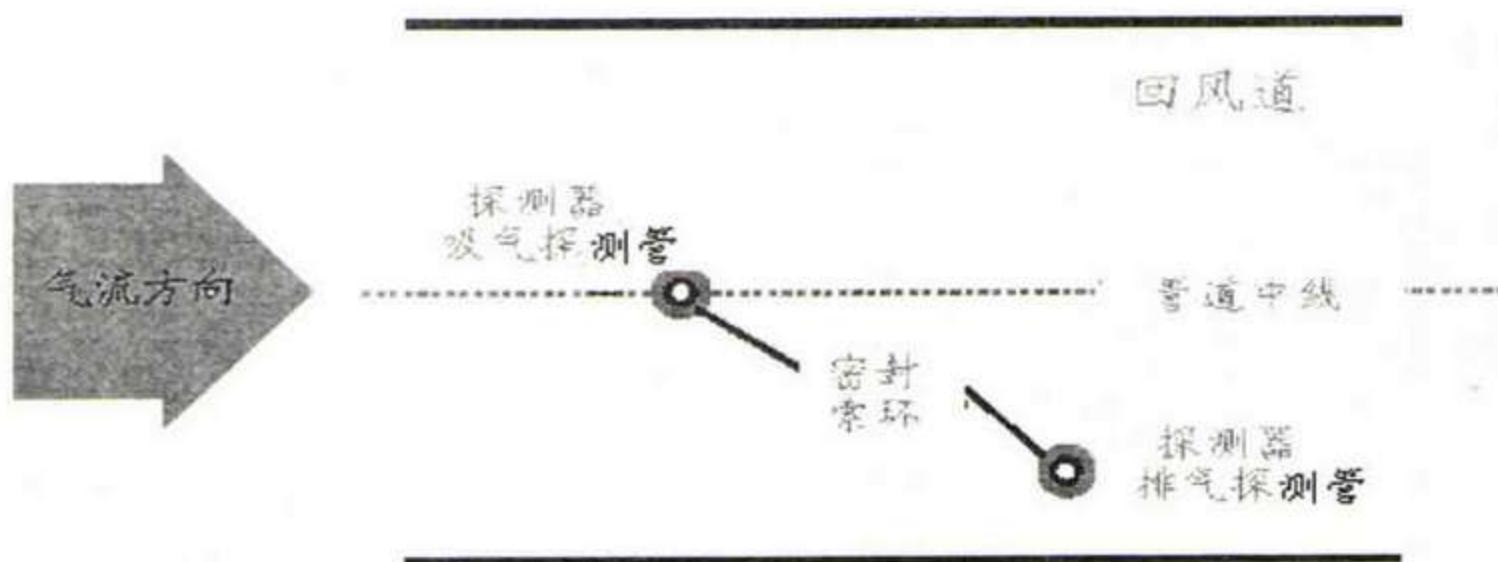

图 25：探测管及管道采样探测器的排列
- 吸气和排气探测管呈斜对角放置，以避免气流进入排气管引起混乱（图 25）。
为了保证烟雾状况的正确反应读数，提高反应时间，一台探测器最多只能监测四个空气处理单元。在高危区一台探测器最多只能监测两个空气处理单元。另外，一根采样管道只能监测一个空气处理单元。图 25 所示为监测两个空气处理单元的采样管道装置。